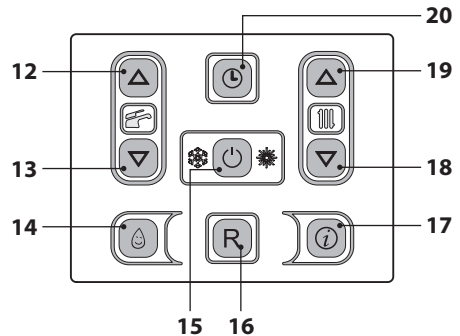
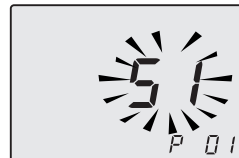
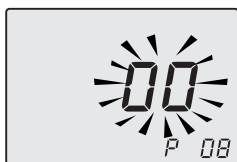

Figura 5.30
Figura 5.31
Figura 5.32
- Entrare in "modalità programmazione" premendo contemporaneamente per 10 secondi i tasti 15 - 18 - 19 (Figura 5.30) fino a far apparire sul display LCD le lettere **P01** e il valore del parametro, indicanti l'entrata nel "parametro 01" (Figura 5.31).
- Scorrere i vari parametri utilizzando i tasti 18 o 19 (Figura 5.30) fino a far apparire sul display LCD le lettere **P08** e valore del parametro, indicanti l'entrata nel "parametro 08" (Figura 5.32).
- Premendo il tasto 15 (Figura 5.30) si ottiene la conferma del valore inserito.